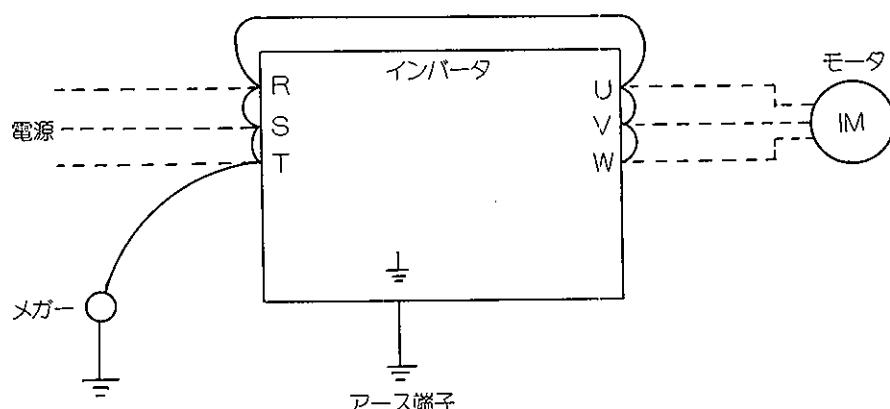

図16 メガーテスト要領
(2) 定期点検
(3) メガーテスト
- (ロ) インバータ自体のメガーテストは図16の要領で主回路のみ実施し、制御回路にはメガーテストをしないでください。